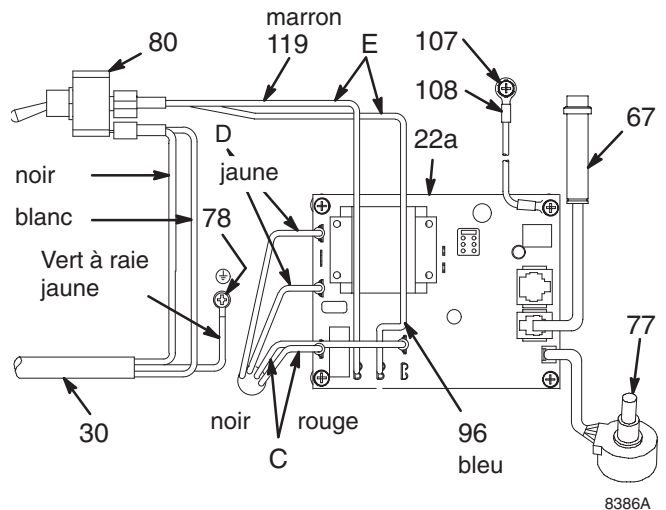

Fig. 4
4. Fig. 4. Ôter les vis (25, 26). Abaisser la carte de commande (22a). Débrancher les deux fils (C) reliant le moteur à la carte.
1. Fig. 4. Raccorder ensemble les fils noir et rouge (C) du moteur avec un fil de test. Faire tourner à la main le ventilateur du moteur à la vitesse de deux tours à la seconde environ.
8. Tapoter sur la partie inférieure arrière du carter d'entraînement (2) à l'aide d'un maillet en plastique pour le dissocier du moteur. Sortir le carter d'entraînement tout droit du moteur en guidant le fil du capteur de pression (A) hors du moteur. Faire attention de ne pas faire tomber l'engrenage (13). Lire la rubrique ATTENTION à la page 15.
9. Retirer quatre vis (75) et soulever le moteur et l'enlever du chariot (70).
10. Aligner le nouveau moteur sur le chariot et remettre les vis (75).
12. Brancher les fils sur la carte de commande moteur (22a). Voir Fig. 4. Monter la carte de commande moteur.
13. Connecter la tige de piston (222) au carter d'entraînement; voir la rubrique **Remontage de la pompe**, point 2 à la page 11 ainsi que la MISE EN GARDE suivant celle-ci.
14. Remettre le capotage (32) et le capot du carter d'entraînement (11).
- Débrancher les fils (C), (D), (96), (E) et 108 de la carte de commande moteur (22a). Voir Fig. 4.
- Débrancher le potentiomètre (77) et le capteur (67) de la carte de commande moteur (22a).
- Monter une nouvelle carte de commande moteur (22a) en la fixant avec quatre vis. Rebrancher tous les fils et fixer le contrôleur de chaleur (22) sur la boîte de raccordement (20).